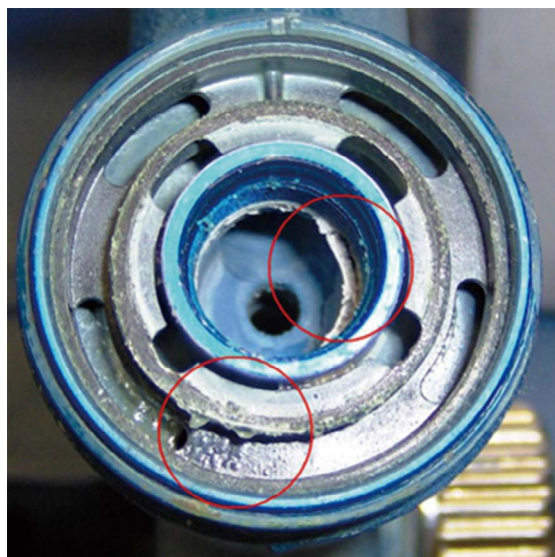
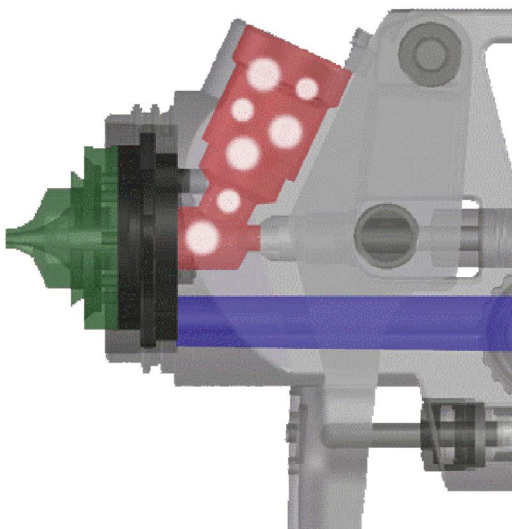

图2 空气分流环
图1 枪壶内出现气泡
(1) 上壶喷枪枪壶内出现气泡(图1)。导致该现象的原因如下：喷嘴松动或未拧紧，空气进入油漆通道喷漆时枪壶出现气泡；喷嘴背后堵塞，油漆残渣导致枪嘴与空气分流环密封不良；空气分流环表面损伤(图2)，空气进入油漆通道；枪壶通气孔堵塞，空气会被吸入油漆通道，先会出现气泡，最后会漏油漆。可以通过拧紧喷嘴、清洗喷嘴、更换空气分流环或清洁枪壶通气孔，来避免上壶喷枪枪壶内出现气泡。
(2) 喷枪枪体上风帽的螺纹电镀层脱落。导致该现象的原因如下：清洁喷枪的清洁液PH值低于6或高于8，破